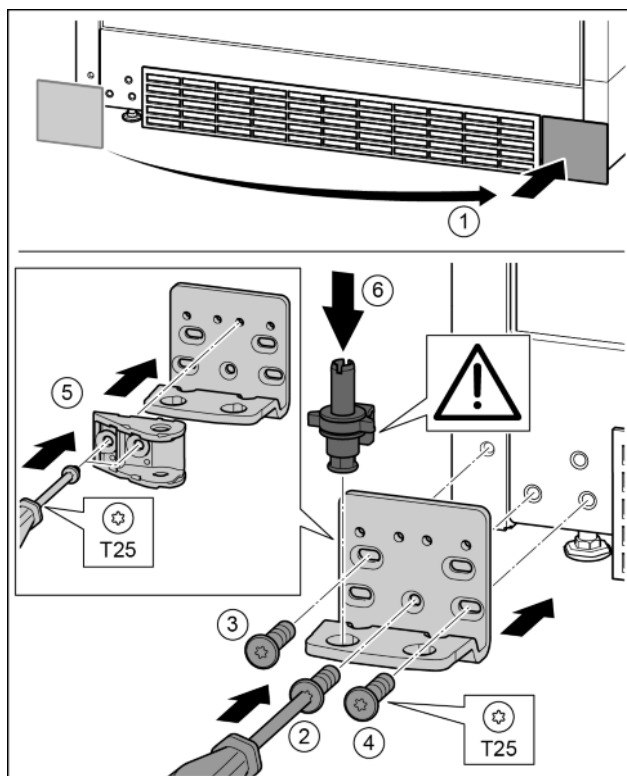

Fig. 36
- ▶ Detașați capacul și montați-l pe partea opusă. Fig. 36 (1)
- ▶ Aplicați suportul de lagăr pe partea opusă și înșurubați-l cu ajutorul unei șurubelnițe T25. Începeți cu șurubul 2 de jos din centru. Fig. 36 (2)
- ▶ Înșurubați ferm șurubul 3 și 4. Fig. 36 (3, 4)
- ▶ Rotiți îmbinarea amortizorului de închidere cu 180°. Înșurubați pe partea opusă a suportului de lagăr cu șurubelnița T25. Fig. 36 (5)
- ▶ Introduceți complet bolțul de lagăr. Aveți grijă aici ca respectiva camă de cuplare să fie îndreptată către înapoi. Fig. 36 (6)